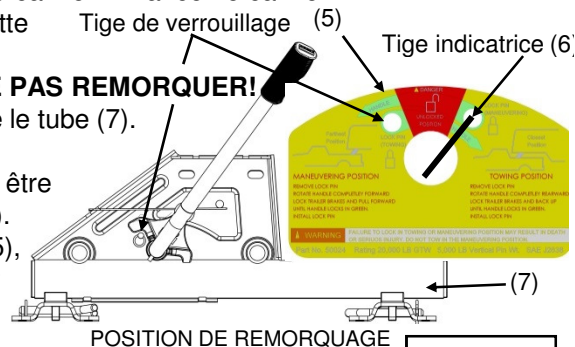

Figure 18
La pression du ressort presse le loquet contre le dessus du tube (7), le loquet se verrouillera dans la fente lorsque la REESE™ Fifth Wheel Slider se déplace à la position de remorquage (voir figure 18).
5. Retourner au camion. Dégager le frein à main. Engager manuellement le frein de la remorque et reculer le camion jusqu'à ce que la REESE™ Fifth Wheel Slider s'arrête près du boulon sur le pied (figure 12) et que le loquet s'engage en position de remorquage (voir figure 18).
B. Si la sellette ne bouge pas, le loquet a engagé les tubes (7) et la sellette devrait être bloquée en position de remorquage.
C. Si la sellette ne bouge pas, le loquet n'a pas engagé les tubes (7). **NE PAS REMORQUER!** Répéter les étapes 1 - 6 ci-dessus jusqu'à ce que le loquet ait engagé le tube (7).
7. Examiner l'étiquette de mise en garde (5). La tige indicatrice (6) devrait être au-dessus de la section verte sur la droite de l'étiquette (5) (voir figure 18).